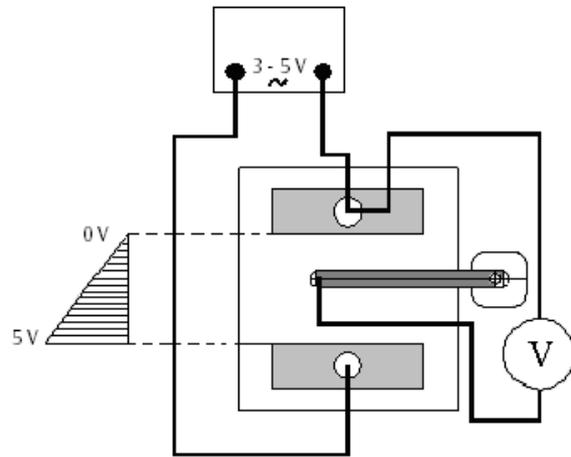

Fig. 1 Montage de l'expérience
- Placer la cuve sur une feuille de papier mil-limétrique et monter l'expérience comme le montre la figure 1.